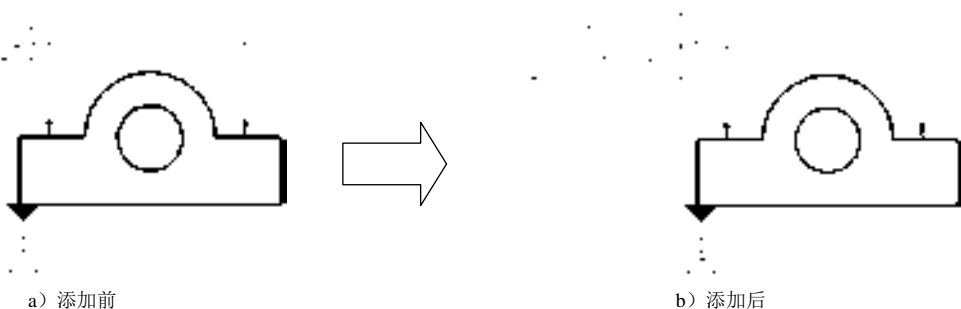

图 5.6.9 添加“每单位公差”
- ☑ **RFS（有标志符）**：表示忽略材料尺寸状态，且在公差值所在框格内显示符号 ，如图 5.6.9 所示。